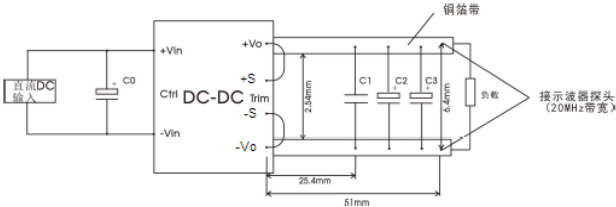

图 4
注:①纹波和噪声的测试方法参见图4
所有该系列的DC/DC转换器的常规性能在出厂前,都是按照下图4推荐的测试电路进行测试,纹波噪声测试用图4接线测试。